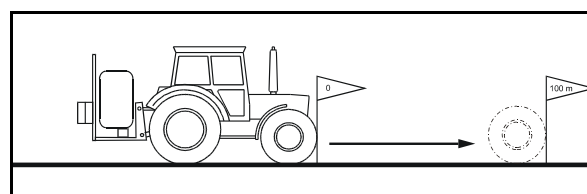

Fig. 44
2. Marcați punctul inițial și punctul final al distanței de măsurare (Fig. 44).